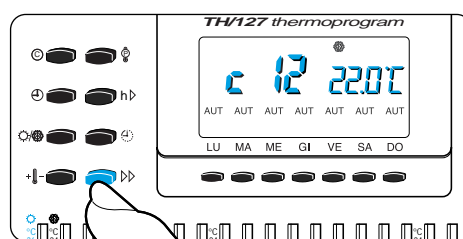

Fig. 33
10.2 - Premere il pulsante  (fig. 33) per visualizzare la temperatura degli altri cursori (solo se impostato il programma AUTOMATICO).
11.2 - Premere il pulsante  (fig. 33) per selezionare l'ora in cui si vuole impostare il tempo di ritardo.